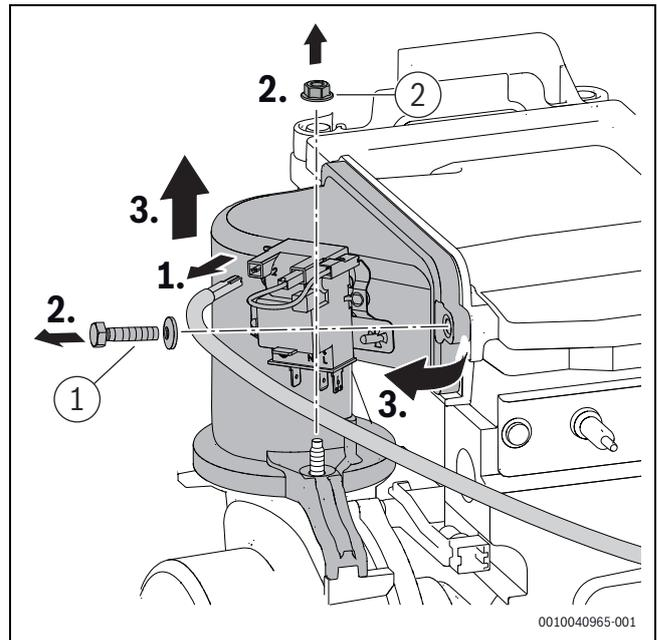

Bild 216 Mischeinrichtung ausbauen
- ▶ Schraube und Mutter ([1] und [2], Bild 216) an der Mischeinrichtung mit 5,5+0,5 Nm festziehen.